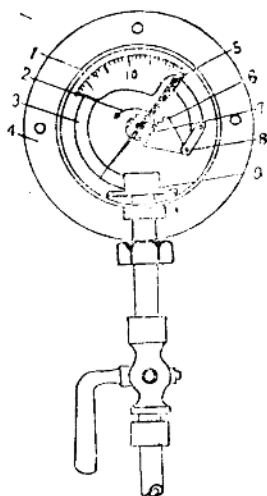

图 5 汽压表
(1) 汽压表的构造和作用：汽压表是一种精密的仪器。平常所用汽压表的构造（如图 5），除表盒、表盘外，其主要机